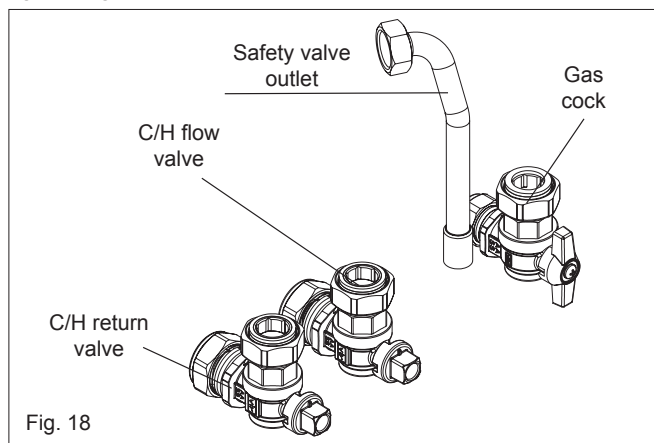

Fig. 18
4.6.1 GAS (fig. 18)
4.6.2 FLOW & RETURN (fig. 18)
4.6.3 SAFETY VALVE (fig. 18)